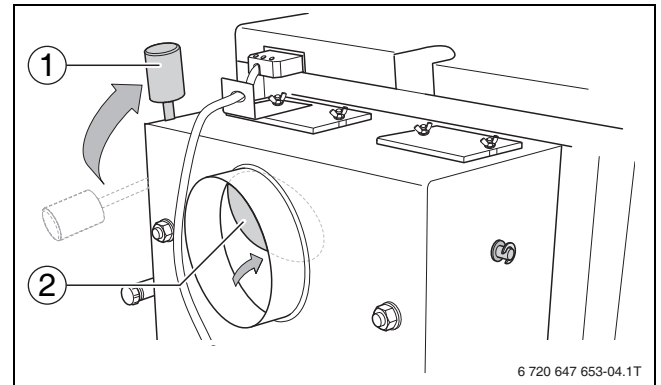

Рис. 7 Открытие растопочной заслонки
- ▶ Держите растопочную заслонку закрытой (→ рис. 7, стр. 11).